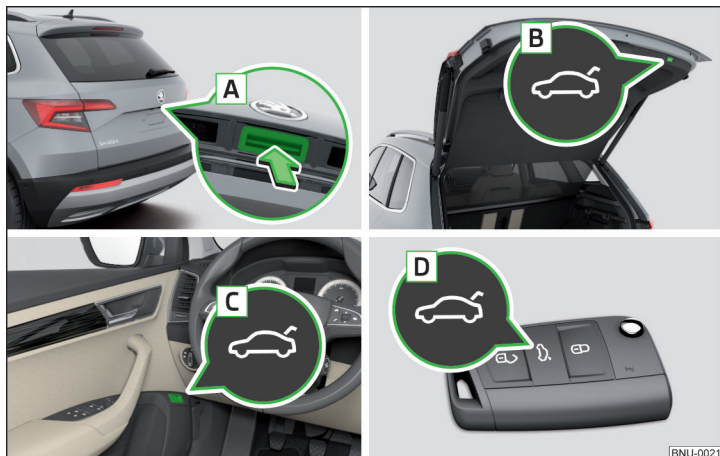

Fig. 50 Operarea capotei
- ▶ Prin apăsarea mânerului **A** » fig. 50.
- ▶ Prin apăsarea tastei **B** » fig. 50.
- Butonul **A** » fig. 50 se dezactivează la plecarea de pe loc respectiv de la o viteză mai mare de 5 km/h. După oprire și deschiderea unei portiere, butonul este activat din nou.
- ▶ Mențineți apăsat butonul **B** » fig. 50 la pagina 65, până când se emite un semnal acustic.
Capacul nu reacționează la semnalul de deschidere	Îndepărtarea unui eventual obstacol (de ex. zăpadă), redeschiderea capotei » pagina 65 Apăsarea mânerului  » fig. 50 la pagina 65 și tragerea capotei înspre în sus